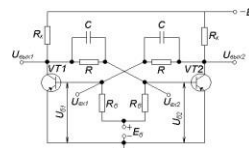

Рис. 1.19
19. Показать по схеме симметричного триггера с внешним источником смещения (рис.1.19) путь прохождения тока при открытом состоянии транзистора VT2. Начертить временную диаграмму $U_{k1}(t)$.